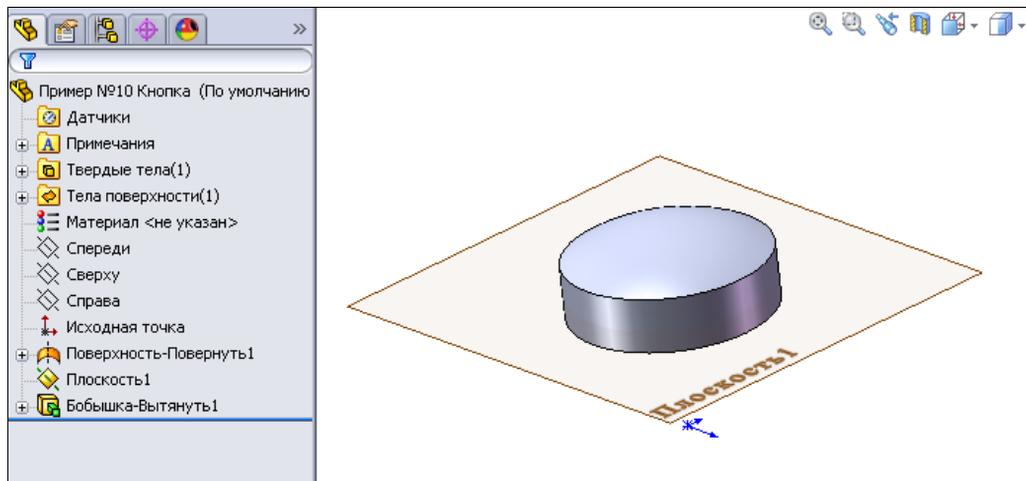

Рис. 2.121
7. Чтобы поверхность не мешала дальнейшим построениям, скроем ее. Для этого щелкнем правой кнопкой мыши по имени поверхности в Дереве Конструирования — **Поверхность-Повернуть1**. Из появившегося контекстного меню выберем команду **Скрыть** . Поверхность исчезнет, а на экране останется лишь изображение детали (рис. 2.121).